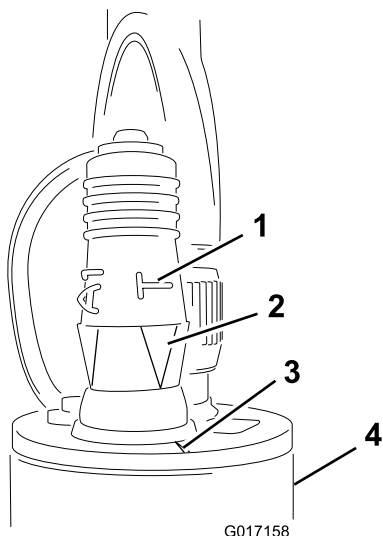

Рисунок 14
5. Установите разъем устройства программирования на датчик (Рисунок 14).
Внимание: Убедитесь в том, что вы совместили стрелку под меткой «Т» на боковой поверхности с выемкой в верхней кромке датчика (Рисунок 14).